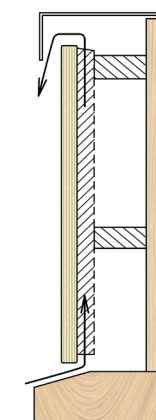

Figuur 4
- ◆ Behandel plaatoppervlak en randen twee keer met (Bison multiplex sealer o.g.). Volg verder het voorschrift van de fabrikant (zie figuur 4).